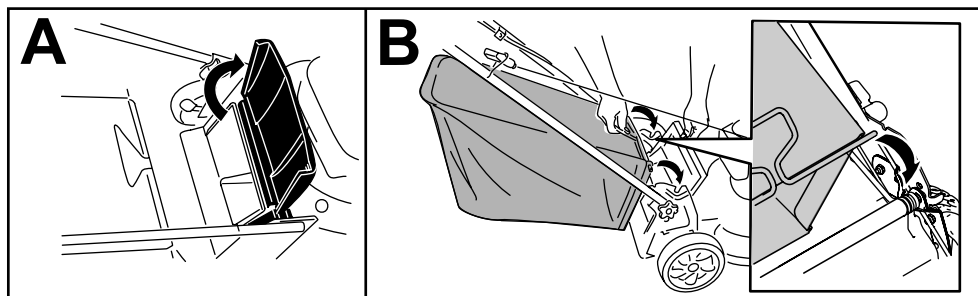

Figura 16
1. Sollevate il deflettore posteriore e tenetelo sollevato (A di Figura 16).
2. Montate il cesto di raccolta, accertandovi che i suoi perni siano inseriti nelle tacche presenti sulla stegola (B della Figura 16).